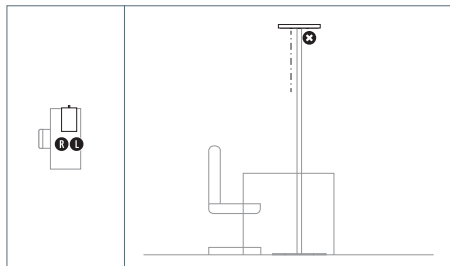

Fig. 8 : Orienter les capteurs pour la configuration du poste de travail : 1 poste de travail.
2. Avec l'application LIGHT ADMIN, désactiver le capteur éloigné du bord avant du bureau, voir Fig. 8.